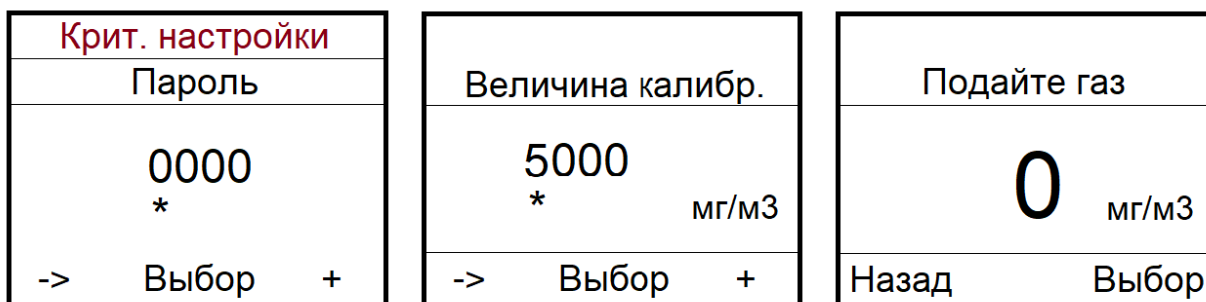

Рис. 2.5. – Процесс калибровки
2.2.5. Параметр «Калибровка» используется только метрологической службой при проведении калибровки и поверки. Доступ к параметру ограничен паролем – 1111, для защиты от случайных действий пользователей. После ввода пароля на экране отобразится поле ввода величины газовой смеси, которая будет подана для калибровки (рис. 2.5). Установив требуемое значение, нажимается кнопка «Выбор» после чего на чувствительный элемент течеискателя подается газовая смесь. Измеряемые значения поднимутся до определенного уровня, по истечении 60с можно считать их установившимися и нажать подтверждающую кнопку «Выбор». Калибровка выполнена.